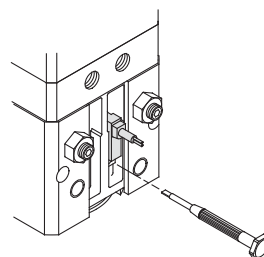

Figura 3
3. Fissare il sensore e fissare con un cacciavite come mostrato in figura 3.